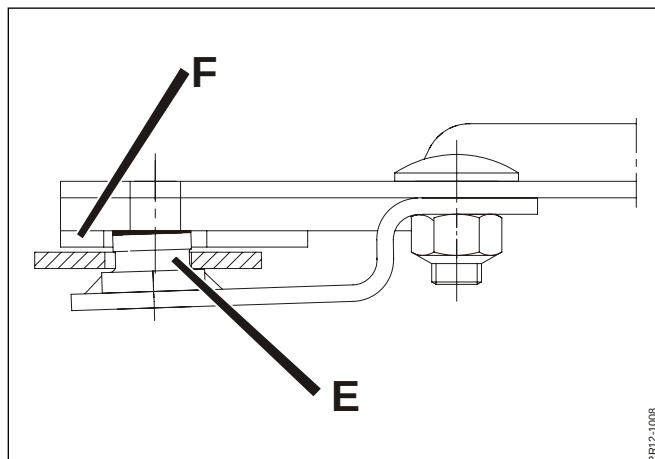

Fig. 5-24
- Fig. 5-24** - Der ikke er urenheder mellem knivtappens og skivens anlægsflader, og det sikres at knivholderens tap **E** har et korrekt anlæg mod underkanten af skiven **F**.